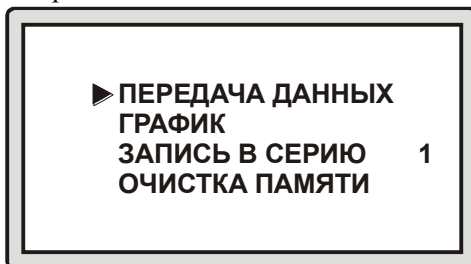

Рис. 8 Подменю «ДАнные»
7.1.3 Подменю «**ДАнные**» (рис. 8) служит для работы с записанными значениями измерений.